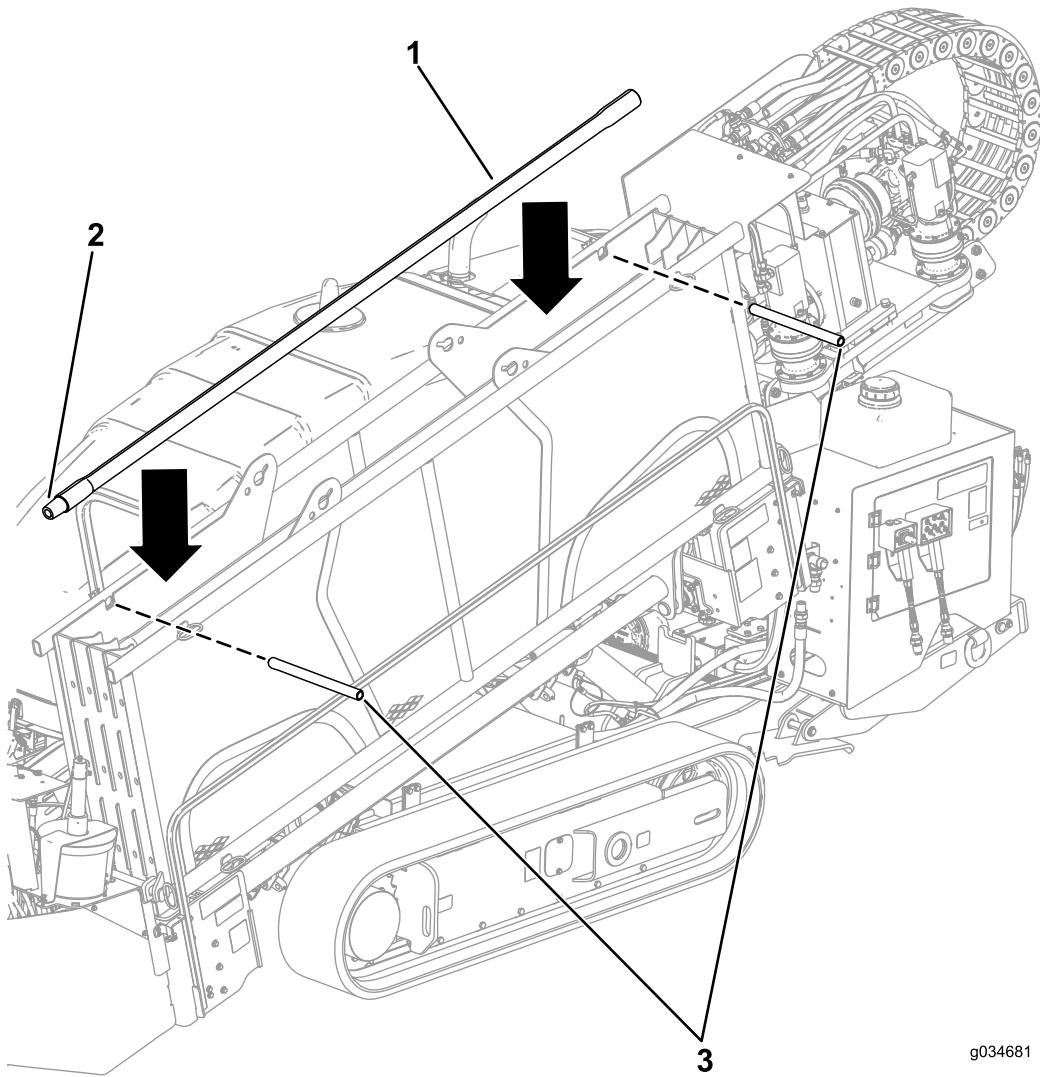

Рисунок 36
1. Извлеките штифты с отверстиями под шплинты из держателя труб (Рисунок 36).
2. Вставьте трубы с верхней части так, чтобы концы с наружной резьбой были направлены в сторону передней части машины (Рисунок 36).